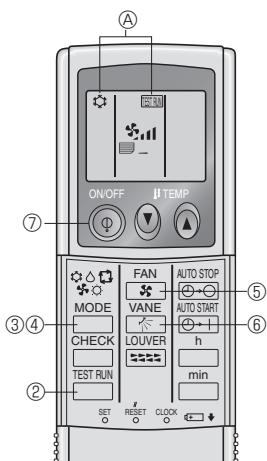

Fig. 7-5
7.2.2. Med trådløs fjernbetjening (Fig. 7-5)
① Tænd for strømmen til enheden mindst 12 timer, før testkørslen skal udføres.
② Tryk på **TEST RUN**-knappen to gange.